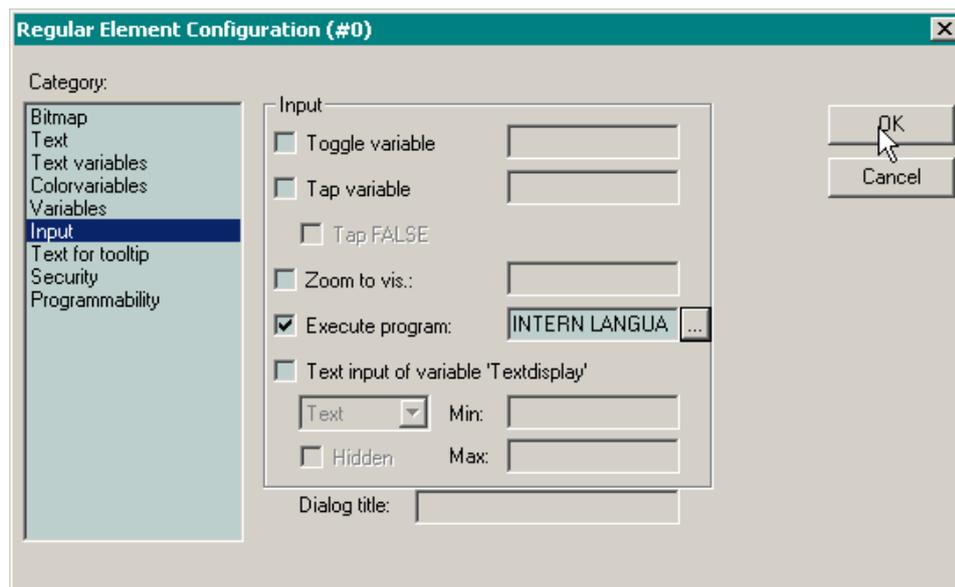

Рис. 70. Завершение редактирования свойств кнопки выбора языка
- Для выбора действия, выполняемого при нажатии данной кнопки, щелкните на категории свойств **Input**, отметьте флажок **Execute program** и нажмите кнопку **...**, расположенную справа от флажка. В выпадающем списке появившейся диалоговой панели **Configure programs** выберите действие **LANGUEDIALOG** и нажмите кнопку **Add**, после чего закройте диалоговую панель **Configure programs** нажатием кнопки **OK**. Страница свойств категории **Input** диалоговой панели **Regular Element Configuration** примет вид, показанный на рис. 70.